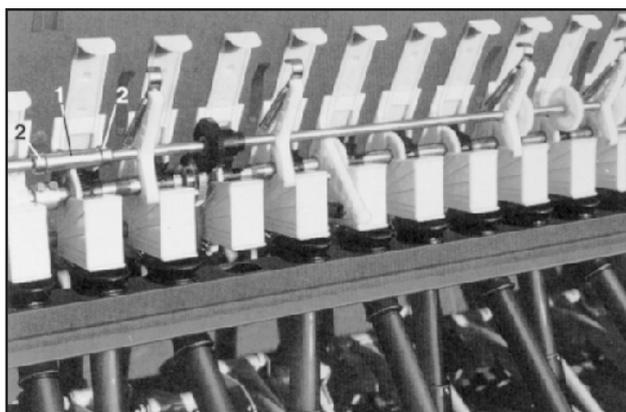

Рис. 116
- Узел крепления (рис. 116/1), который фиксирует промежуточный вал по оси, входит в паз корпуса высегающего аппарата. Этот узел крепления выдвигается из паза при откидывании промежуточного вала и его необходимо снова закрепить после проведения монтажа. Узел крепления (рис. 116/1) фиксируется по оси при помощи установочных колец (рис. 116/2) на промежуточном валу.
Рис. 116 показывает высегающий вал для бобов в собранном состоянии.